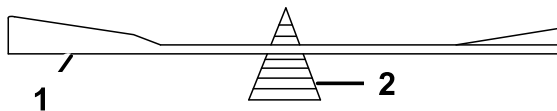

Bild 76
2. Prüfen Sie die Auswuchtung des Schnittmessers auf einer Ausgleichsmaschine (Bild 76).